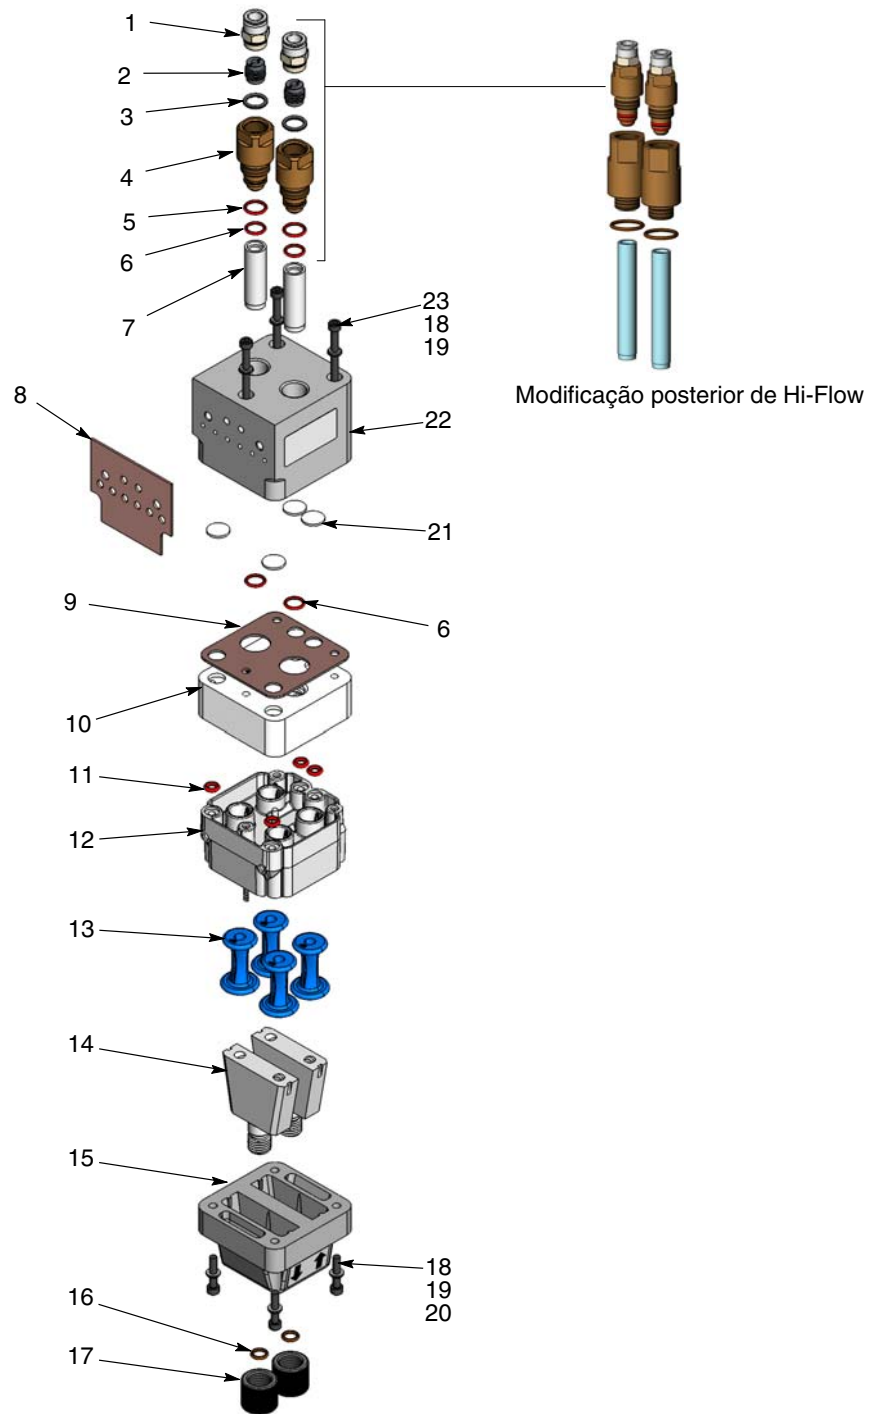

Figura 10 Desmontagem da bomba
4. Consulte a figura 10. Desmonte a bomba como ilustrado, começando pelos tubos de fluidificação. Juntas que estejam coladas não necessitam de ser removidas, excepto se estiverem danificadas.